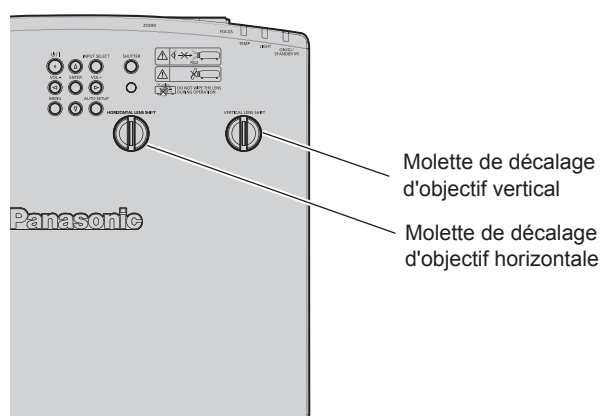

Fig. 2
2) Réglez le décalage d'objectif. (Fig. 2)